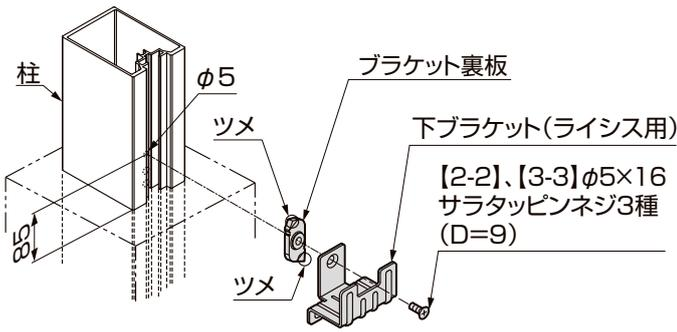

図3-1
②図のA+85mmにφ5mmの穴加工を行ってください。(図3-1参照)